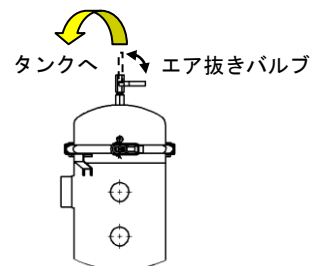

図 1-2. エア抜き回路
- ②基礎ボルト等を使用し、脚部をしっかりと固定してください。
- ③各接続ポートのサイズを確認し、使用条件に適合したバルブや管継手を使用して配管してください。接続時に配管ねじの切粉やシール材が配管内部へ入り込まないようにしてください。本運転に先立ち、配管ラインのフラッシングを行い、液漏れ等の異常のないことを確認してください。
- ④配管は、振動や重量によって負荷がかからないようにサドル等を使用して架台などにしっかりと固定してください。
- ⑤エレメント交換時には、容器内の液抜きが必要です。液抜き作業が必ず行えるように液抜き口に配管してください。
- ⑥エア抜き作業が必ず行えるように配管してください。エア抜きバルブより樹脂チューブ等にてタンクに常時少流量戻すような配管をすれば、エア抜き作業がより確実に行えます。（図 1-2 参照）ただし、ポンプ位置が高い場合、再起動時の空運転を起すことがありますので、エア抜きを高い位置にするなど対策を取ってください。